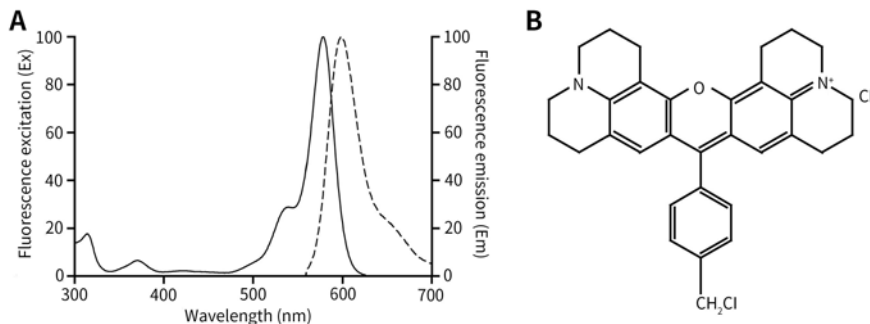

图1. Mito-Tracker Red CMXRos的激发光谱和发射光谱(A)以及结构式(B)。
- Mito-Tracker Red CMXRos分子式为 $C_{32}H_{32}Cl_2N_2O$ , 分子量为531.5, CAS number为167095-09-2, Mito-Tracker Red CMXRos呈红色荧光, 最大激发波长为579nm, 最大发射波长为599nm。Mito-Tracker Red CMXRos的激发光谱和发射光谱以及结构式参考图1。